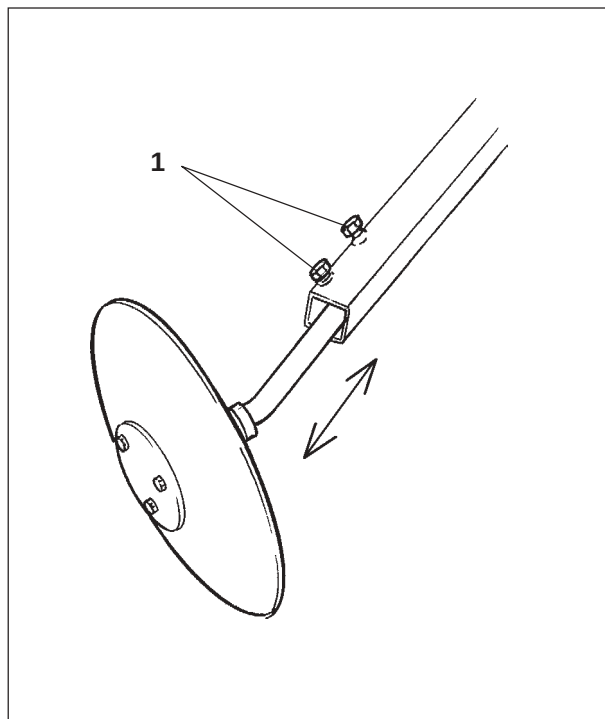

Рис. 10.7
- Диски маркера (Рис. 10.7) вставьте в качающуюся трубу маркера и зажмите при помощи шестигранным винтов (Рис. 10.7/1).